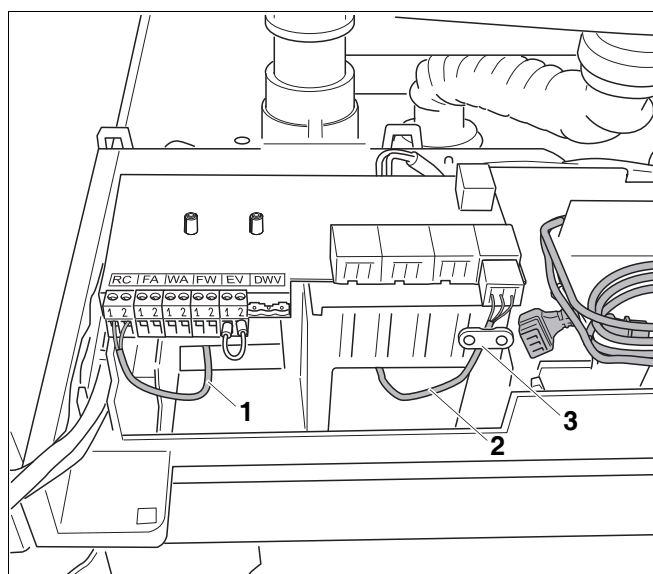

Fig. 26 Gennemføring af kabel
- Træk kablet til lavspændingstilslutningerne gennem hullet på venstre side (fig. 26, pos. 1).
- Træk kablet til 230 V-tilslutningerne gennem hullet på højre side (fig. 26, pos. 2).
- Fastgør kablet til 230 V-tilslutningerne ved hjælp af trækaflastninger (fig. 26, pos. 3).